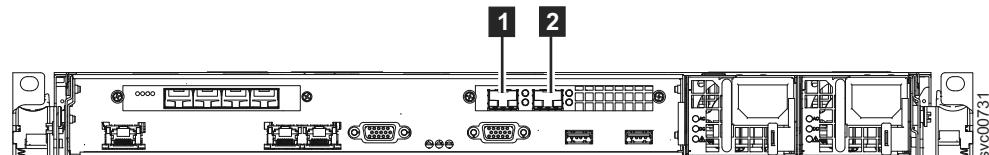

图 35. SAN Volume Controller 2145-CG8 后部的 10 Gbps 以太网端口
2. 可选：如果安装了 10 Gbps 以太网功能部件，那么可以将以太网光缆连接到以太网端口 3（如图 35 中的 **1** 所示）和以太网端口 4（如 **2** 所示）。